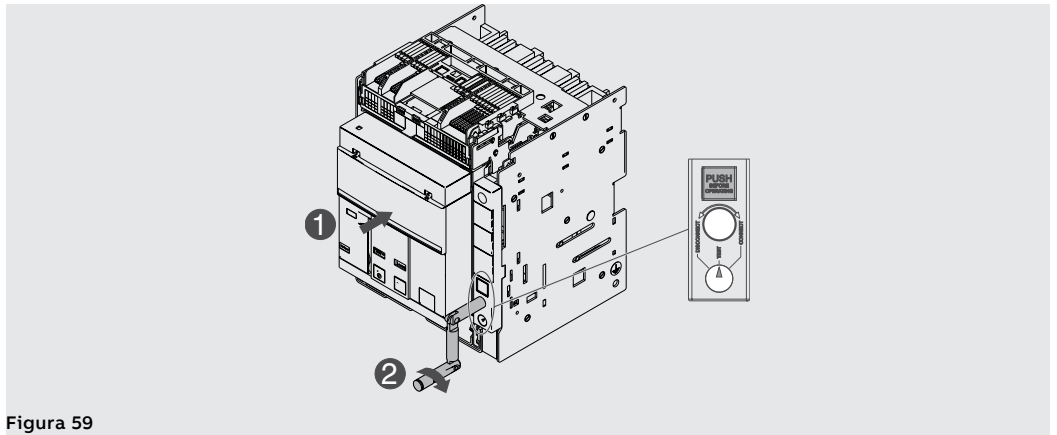

Figura 59
6. Mantener pulsado el interruptor. Girar la manivela en sentido horario hasta que salga el pulsador y el indicador señale que el interruptor está en posición **TEST**. Véase Figura 59.